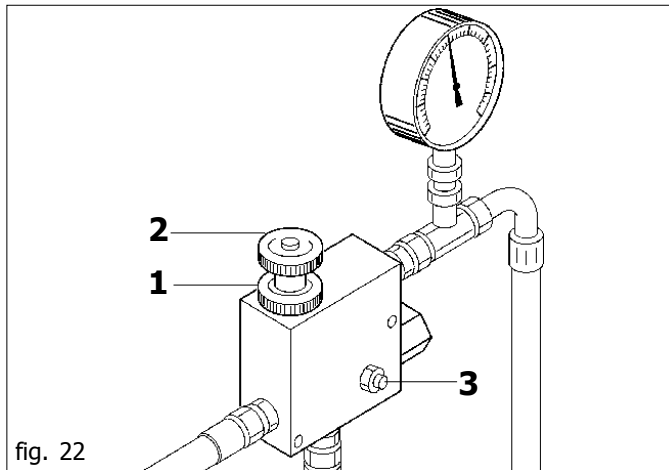

fig. 22
Die Sämaschinen werden mit einem Druck je nach der Maschinenbreite geliefert, wie in Tabelle (B) vorgegeben wird. Wenn man die Gebläseumdrehungen für die Verteilung von schwereren Samen erhöhen will, mit Vorsicht und Achtung wie folgt vorgehen (fig. 22):